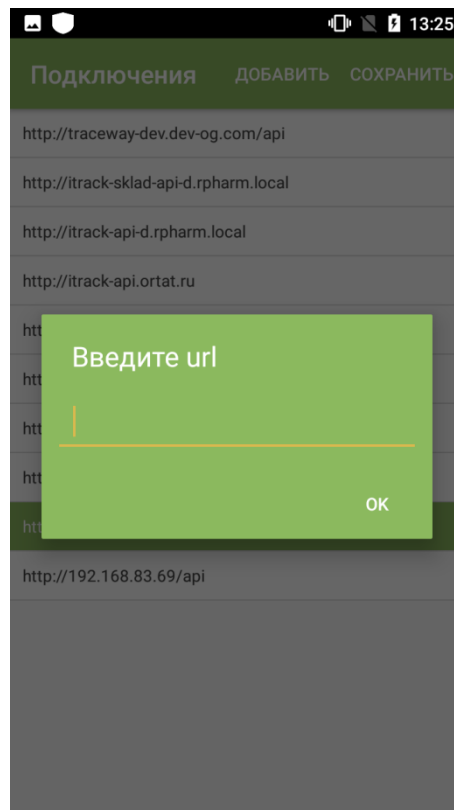

Рисунок 1.5
4. Если нужный сервер в списке отсутствует, необходимо нажать на кнопку «Добавить». В открывшемся окне (Рисунок 1.5) ввести адрес сервера и нажать на кнопку «ОК». Далее следует выбрать нужный сервер из списка и нажать на кнопку «Сохранить».